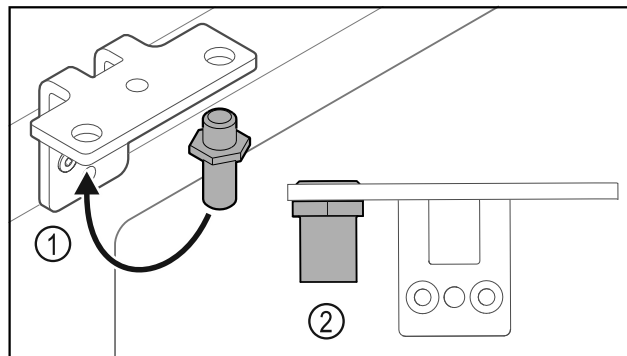

Fig. 37
- ▶ Prestavite sornik v kotniku tečajev vrat Fig. 37 (1).
- ▶ Sornike Fig. 37 (2) zategnite z **zateznim momentom 12 Nm**.